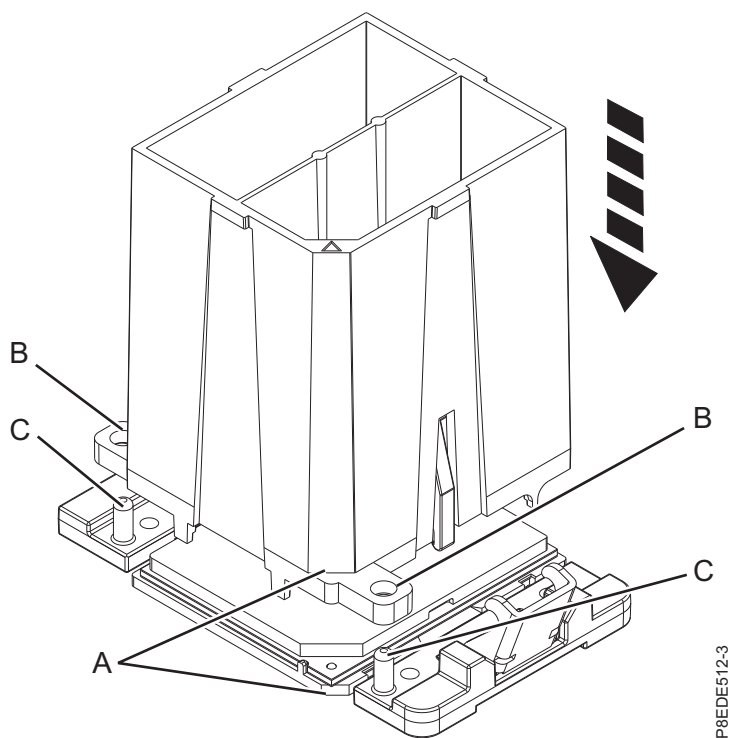

図 5. 取り外しツールをシステム・プロセッサ・モジュールの上に下ろす
- a. 提供されている取り外しツールを使用して、ツールの斜めになっている隅 **(A)** を、システム・プロセッサ・モジュールの斜めになっている隅と位置合わせします (8 ページの図 5 を参照)。